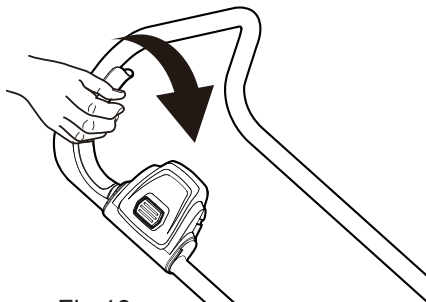

Fig.18
- > Relâchez la pression sur la manette Marche/Arrêt. (Fig.18)